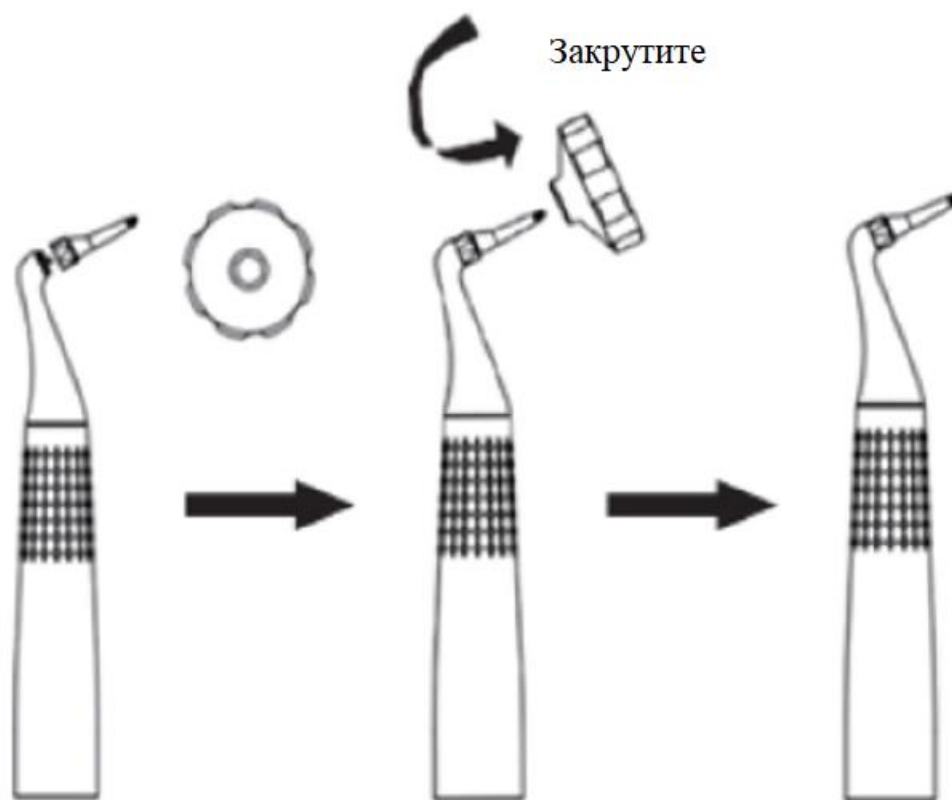

Рис. 7 Фиксация насадки для воздушной полировки
2.3.5.2 Установите насадку перед использованием, для этого возьмите насадку и установите её на конец поддесневого наконечника. Сначала вручную закрутите насадку на наконечнике, а затем зафиксируйте насадку гаечным ключом, как показано на рис. 7.